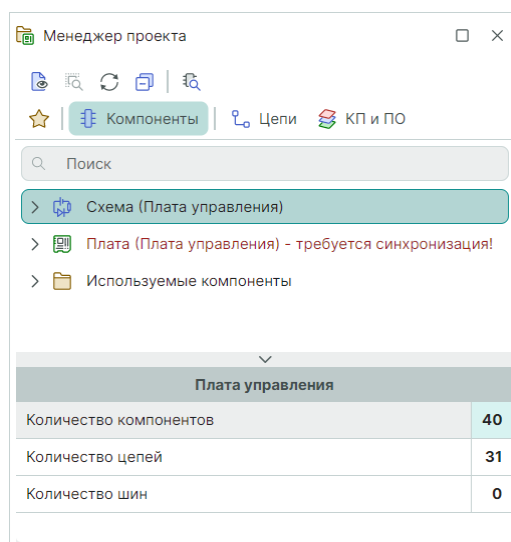

Рис. 286 Синхронизация через открытие платы проекта
1. Откройте плату проекта, см. Рис. 286.